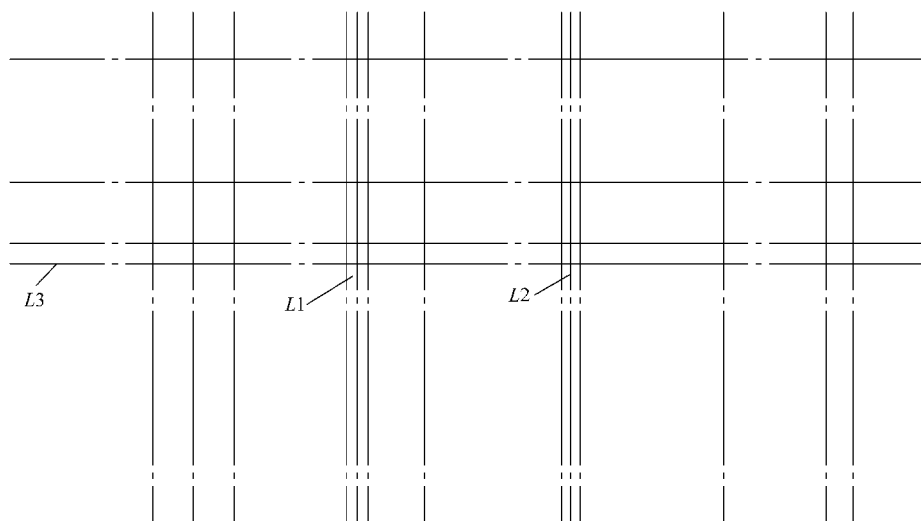

图 11-53 绘制主视图中心线及辅助线
- 2) 将当前图层设置为【中心线】层，绘制直线 L_1 、 L_2 、 L_3 (L_1 和 L_2 间距 70mm)。然后选择【偏移】命令，将 L_1 向右偏移 33mm 和 22mm，向左偏移 3mm、40mm、54mm 和 67mm； L_2 向右偏移 3mm、50mm、84mm 和 93mm，向左偏移 3mm； L_3 向上偏移 7mm、27mm 和 67mm，如图 11-53 所示。